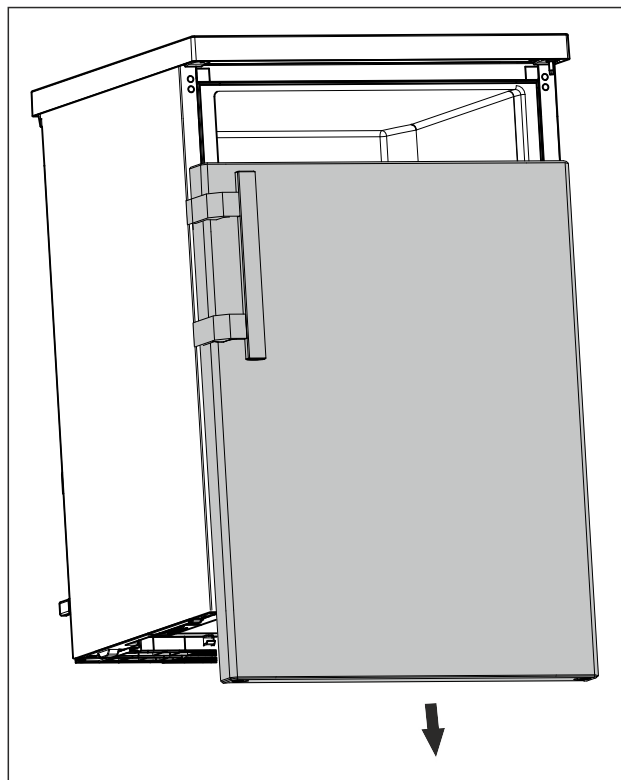

Fig. 9
- ▶ Retirer la porte vers le bas. (voir Fig. 9)